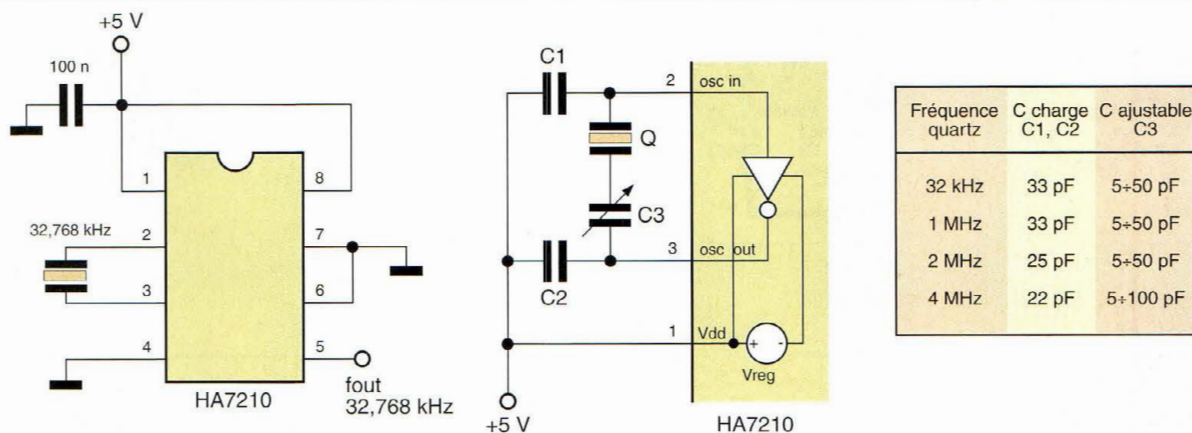

Fig.1 Schéma électrique.
**P**our le développement des circuits, il est souvent nécessaire de mettre rapidement en oeuvre un oscillateur stable et fiable sans recourir à des tests de performances préalables. Répondant à ces critères, le schéma électrique proposé est reproduit en fig.1. Ce circuit est très simple et couvre une gamme de fréquences s'étalant entre 10 KHz à 10 MHz.